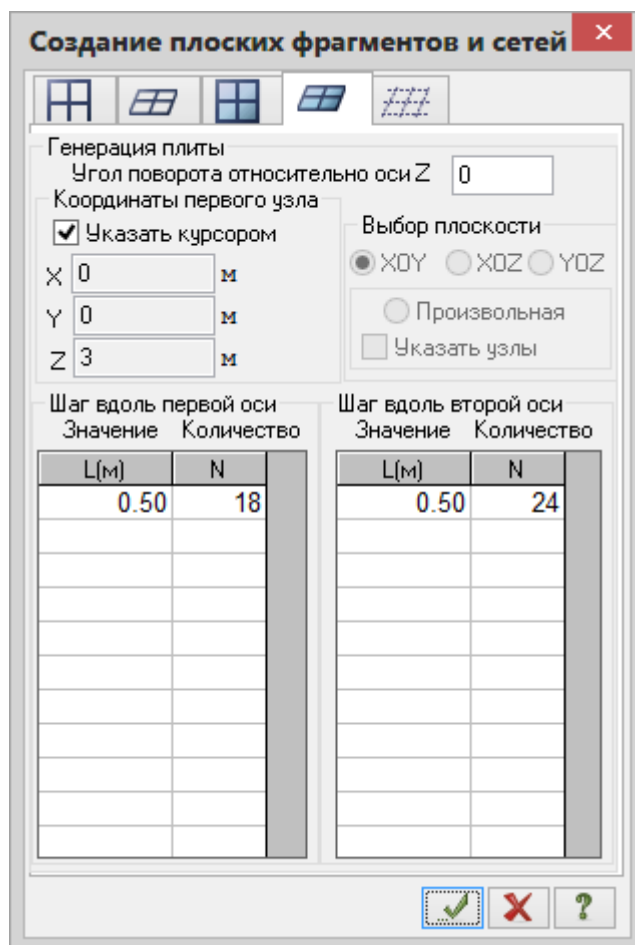

Рис.4.4. Диалоговое окно Создание плоских фрагментов и сетей
- В таблице диалогового окна (рис.4.4) задайте параметры плиты перекрытия: